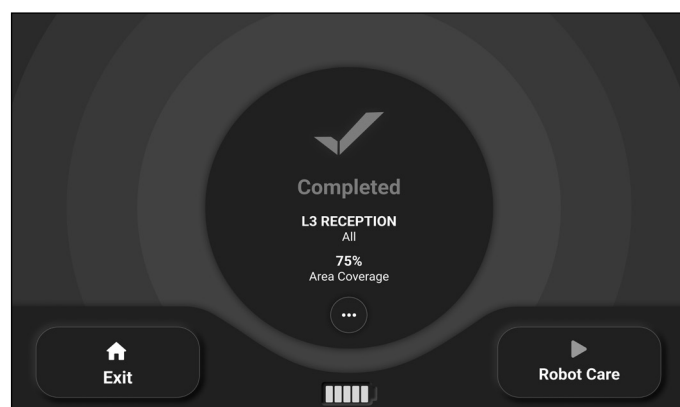

Abbildung 44
5. Wenn die Reinigung abgeschlossen ist (Abb. 44), klicken Sie auf „Roboterpflege“, um die täglichen Wartungsschritte zu sehen.